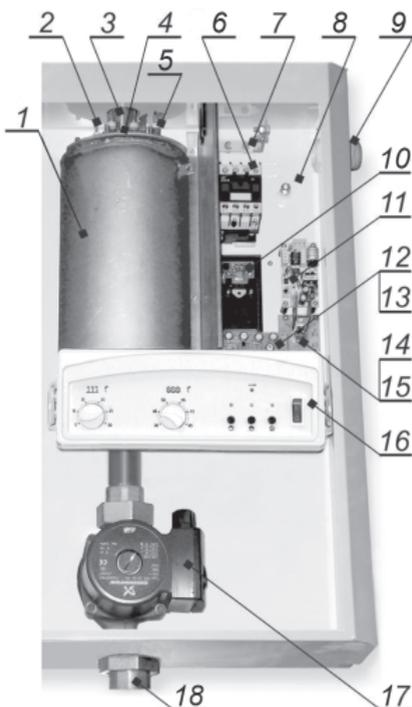

Рис. 1. Устройство электродкотла:
5.1. Отопитель состоит из следующих основных частей: теплообменника (бака), элементов силовой коммутации (симисторов, контактора), электронных плат (источника питания, измерительной платы, платы управления насосом), циркуляционного насоса (рис. 1).